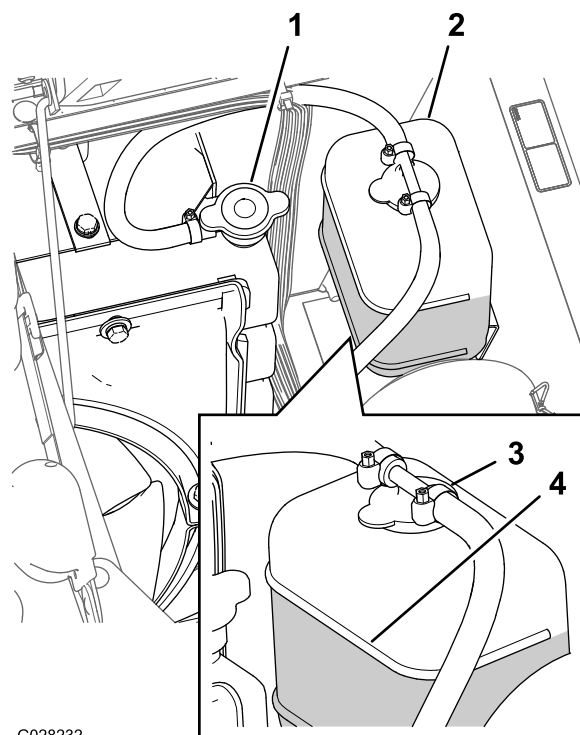

图 86
3. 小心拆下散热器盖和膨胀水箱盖图 86。
注意 散热器中的冷却液应添加至加油颈的顶部而膨胀水箱中的冷却液应添加至水箱上的“已满”标记处图 86。
5. 如果冷却液液位较低请拆下膨胀水箱盖和散热器盖然后将膨胀水箱添加至“已满”标记处将散热器添加至加油颈的顶部图 86。
6. 安装散热器盖和膨胀水箱盖图 86。
10. 冷却液变热之后把冷却液液位添加至盖子的密封面处盖紧盖子(图 86)。
11. 打开膨胀水箱盖向水箱添加冷却液至“冷”位置图 86。
2. 发动机冷却后拆下散热器盖图 86。
6. 拆下散热器盖图 86。
8. 在散热器上的盖子松开的情况下启动发动机图 86。